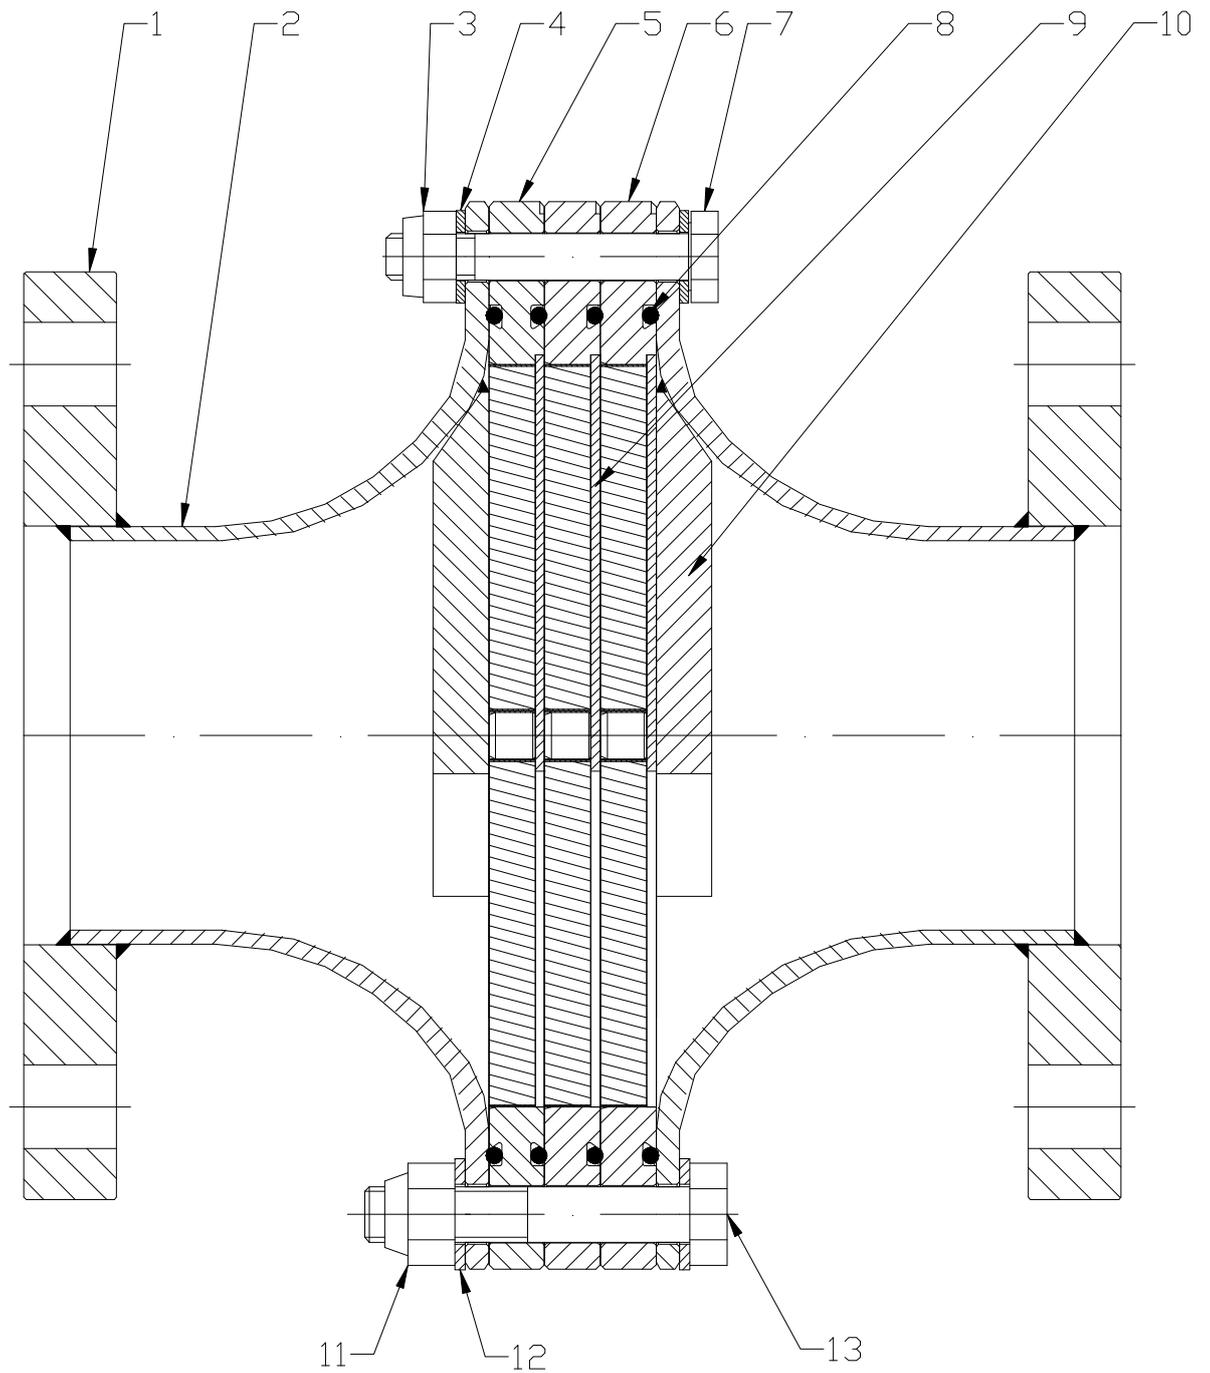

Bild 1
(Siehe Bild 1)
Die Bandsicherung (Pos.5) immer zuerst auf ein Gehäuse (Pos.2) auflegen, um die Abdichtung am Gehäuse und der folgenden Bandsicherung (Pos.6) sicherzustellen. (Siehe Bild 1).
- Bestellnummer (Position siehe **Bild 1**)